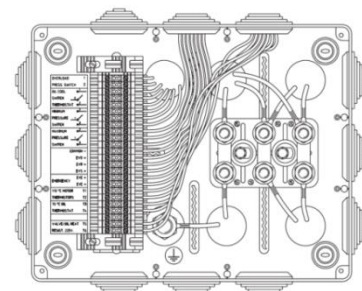

Fig. 15 – Scatola dei collegamenti per centralina cablata
- La scatola della centralina completa di cablaggio (opzionale) comprende (vedi Fig. 15):